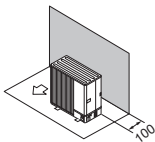

Abb. 2-6
- (1) Hindernisse oder unzugängliche Oberfläche nur auf Rückseite (Abb. 2-6)